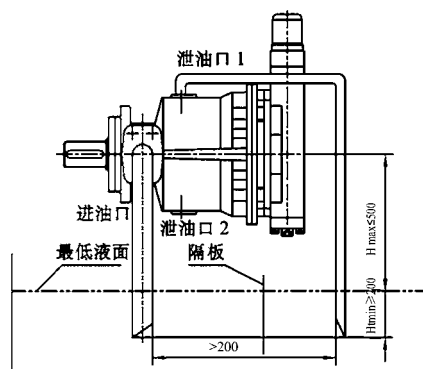

图 4
b) 当油箱的最低液面低于泵的顶部时，将泄油口 2 堵住，泄油口 1、进油口的配管要求参见图 4，注意 $H_{\text{min}} = 200\text{mm}$ 。
a) 安装在油箱上，请参见图 4。